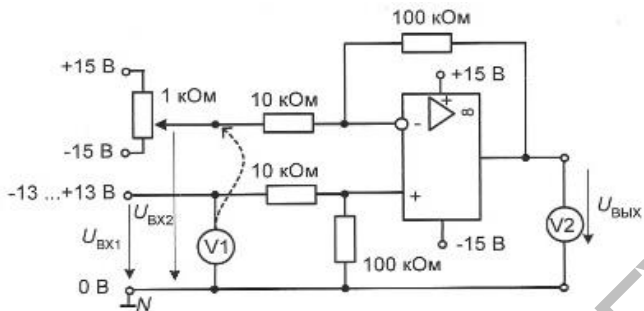

Рисунок 5.40
- Соберите цепь дифференциального усилителя (рис. 5.40 и 5.41). Подайте сначала на оба входа одно и то же напряжение, например, от регулируемого источника постоянного напряжения -13...+13 В. Потенциометр при этом не используется.
- Замените в схеме два сопротивления 100 кОм сопротивлениями 10 кОм и подайте на один вход напряжение с потенциометра, а на другой – от регулируемого источника, как показано на рис. 5.40 и 5.41.